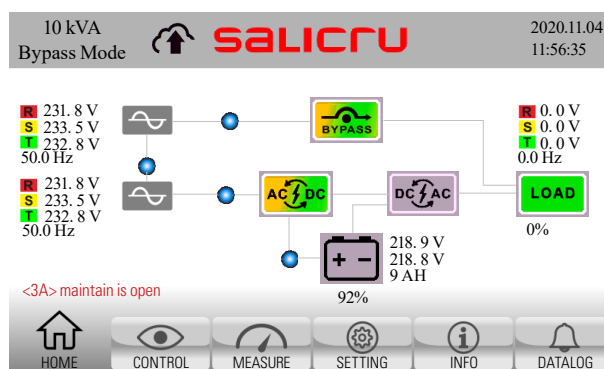

Fig. 56. Écran principal du panneau de commande avec l'avertissement de contact de bypass manuel ouvert.
3. Retirer le blocage mécanique de l'interrupteur de bypass manuel de l'onduleur (Q5) (uniquement pour les appareils au format tour) : desserrer les vis et retirer le cache métallique (voir Fig. 56).
4. L'équipement informe, par le biais de l'écran principal, à propos de l'état actuel avec l'avertissement <3A> maintain is open (Contact bypass de maintenance ouvert). Voir Fig. 56.
7. Vérifier que l'onduleur délivre la tension à la sortie par l'interrupteur de bypass de maintenance et par le bypass statique simultanément : vérifier que l'onduleur est en mode bypass et l'alarme <3A> **maintain is open** (Contact bypass de maintenance ouvert) présente, et que le synoptique sur l'écran principal du panneau de commande est tel qu'indiqué sur la Fig. 56.